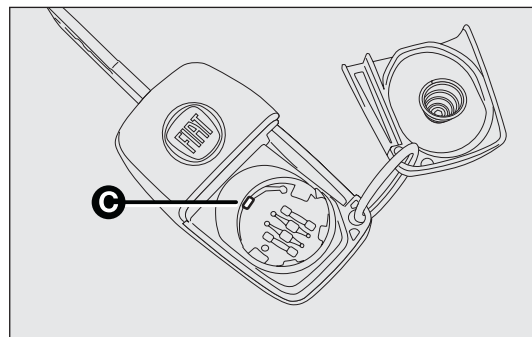

fig. 9
- la nuova pila va inserita sotto il dentino C-fig. 9 di fermo; quindi riposizionare lo sportellino e premerlo fino a sentire lo scatto di bloccaggio.